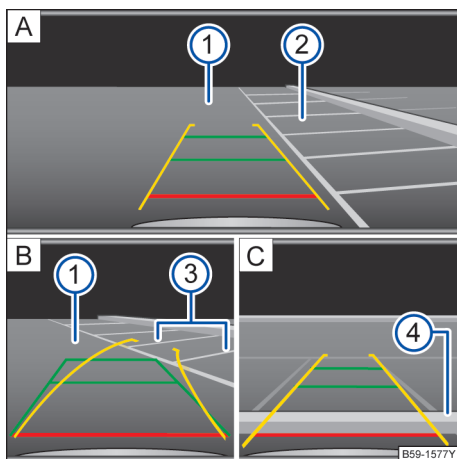

图 163 信息娱乐系统的屏幕显示：利用倒车影像系统泊车（示意图）
→ 图 163 的图例：
- 点击中控台操作区的按钮 ⑤。然后可能需要点击信息娱乐系统中的功能按钮 ⑥。
- 点击信息娱乐系统中的功能按钮 ⑦。
- 将车辆驶到停车位 ② 前方→图 163 ①。